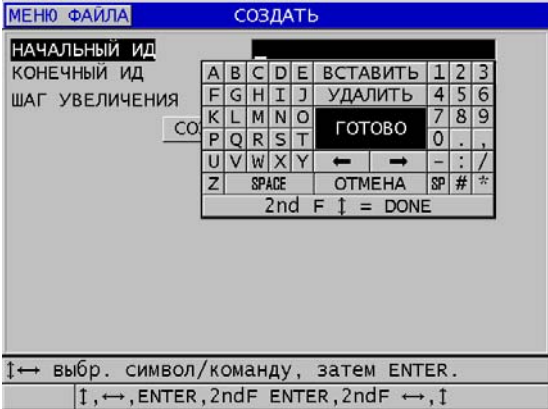

Рис. 11-5 Выбор диапазона ИД для последовательного типа файла
3. На второй странице диалогового окна **СОЗДАТЬ** (см. Рис. 11-5 на стр. 176):